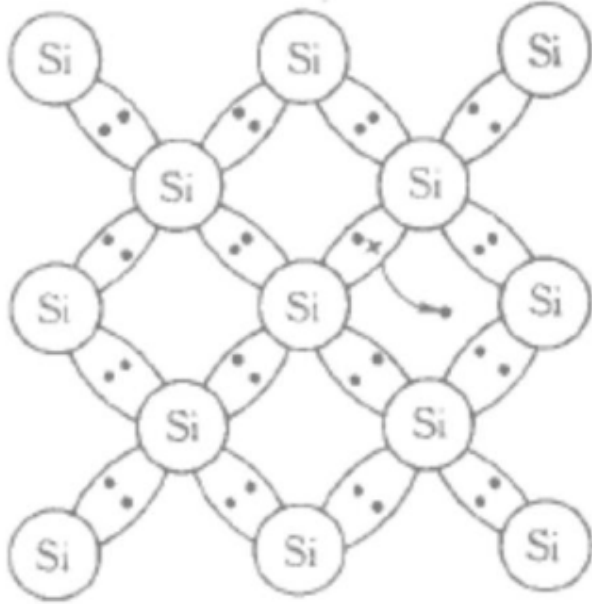

图2.7 硅的本征激发示意图
- 随着温度的升高，电子的能量也随之增高，但能量在电子之间并非是均匀分布的，其中能量高的电子就可能挣脱共价键的束缚而成为自由电子，如图2.7所示。